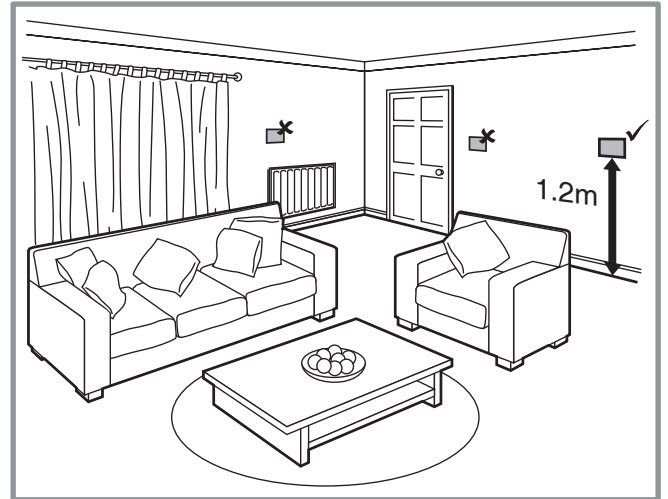

figure 36 - Position de la sonde d'ambiance
- Raccorder la sonde extérieure (*figure 36*).
Raccorder la sonde ambiance 1 (*figure 36*).
Raccorder la sonde ambiance 2 (*figure 36*).
Raccorder la sortie de la commande téléphonique sur les bornes modem (voir *figure 36*).